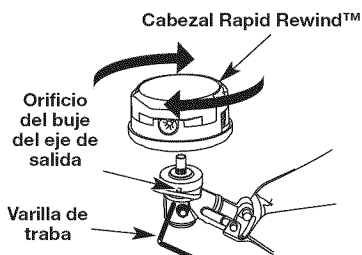

Fig. 22
1. Alinee el orificio del buje del eje con la ranura de la varilla de traba e inserte la varilla de traba en el orificio del buje del eje (Fig. 22).
3. Mientras sujeta la varilla de traba, saque el accesorio de corte girándolo en sentido de las agujas del reloj hasta que salga del eje de salida (Fig. 22). Guarde el accesorio de corte para uso futuro.
1. Coloque el conjunto de cabezal de corte en el eje de salida y hágalo girar en sentido contrario a las agujas del reloj hasta que quede apretado con la mano. (Fig. 22)